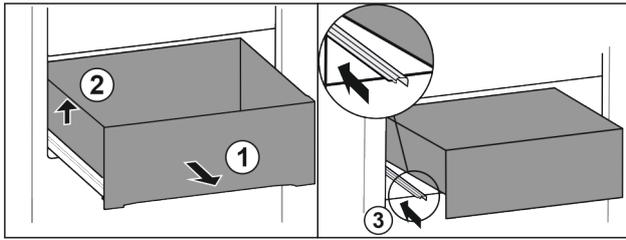

Fig. 88
- ▶ Estrarre il cassetto fino all'arresto. Fig. 88 (1)
- ▶ Sollevare il cassetto a sinistra. Fig. 88 (2)
- ▶ Inserire la guida sinistra. Fig. 88 (3)